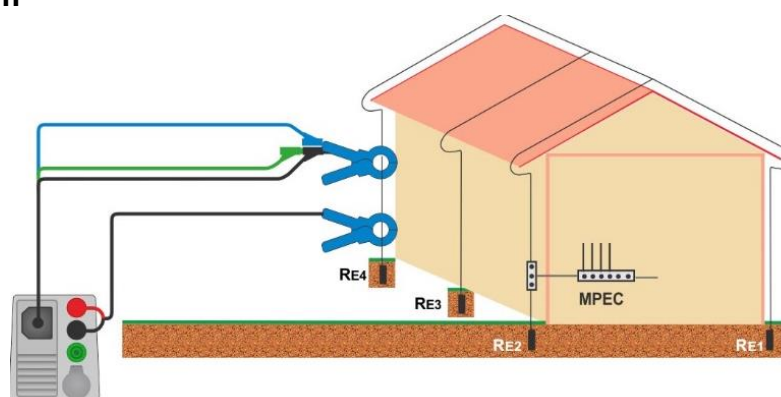

Fig. 4.75: Kontaktlös Jordmotståndsmätning (2 strömtänger)
- › Sätt strömtängerna på objektet som skall testas, se Fig. 4.75